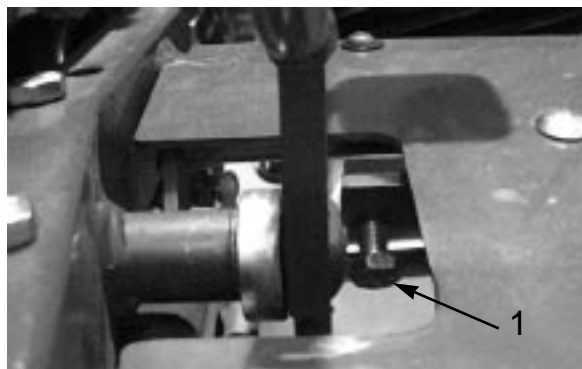

図 54
1. ペダルロックのキャップスクリューのジャムナット (図54) をゆるめる。